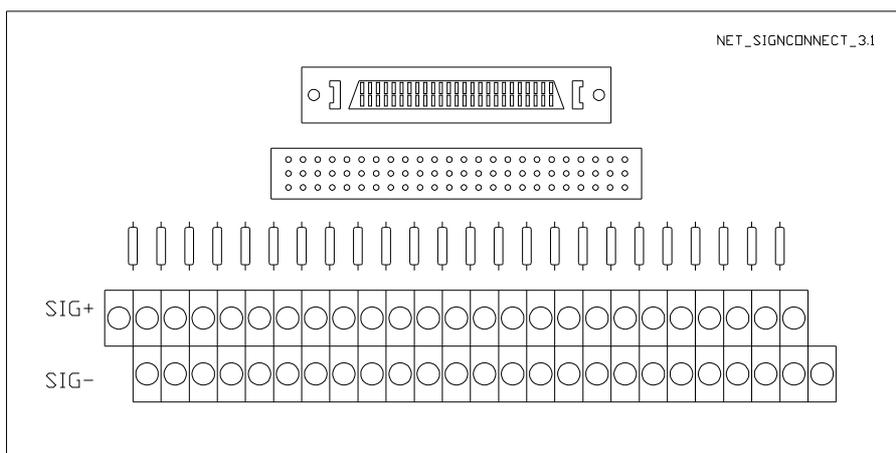

图 3-9 动态—静态信号通用接线端子模板
2、动态—静态信号通用接线端子模块的接线面板如图 3-9 所示：